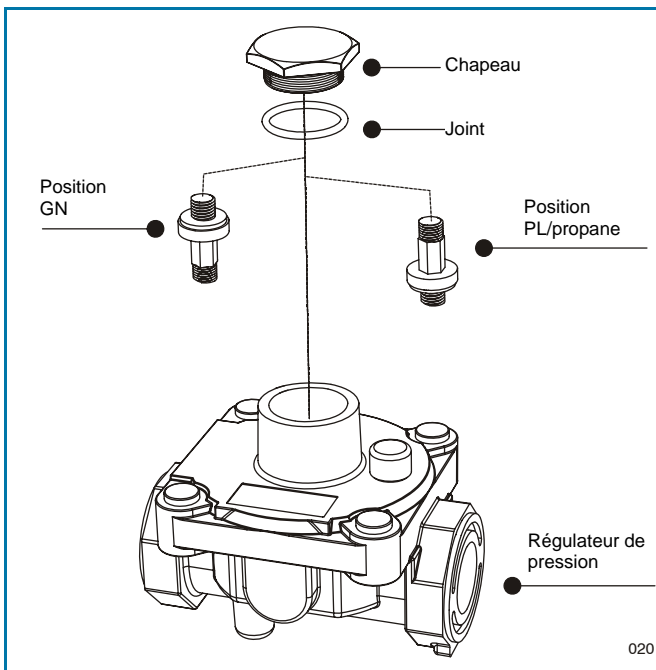

Figure 19. Régulateur de pression
Coupez le courant au disjoncteur général ou à la boîte de fusibles, coupez l'arrivée de gaz à la table de cuisson en fermant le robinet de fermeture. Réglez le régulateur de pression en suivant les instructions suivantes (voir figure 19):
2. **Inversez le couvercle selon le régulateur de pression** en suivant les étapes décrites page ____ en regardant soigneusement l'attache de ressort pour situer la position GN (voir figure 19).